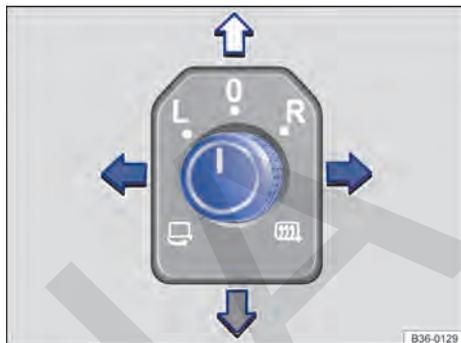

Fig. 110 En la puerta del conductor: mando giratorio de los retrovisores exteriores.
- Gire el mando situado en la puerta del conductor hasta el símbolo deseado → fig. 110.